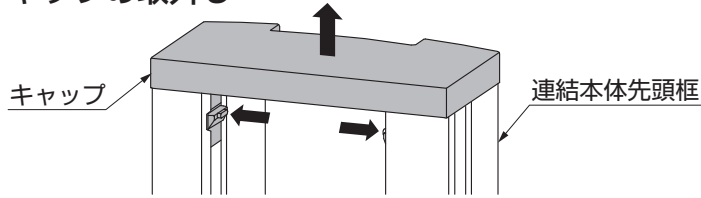

図5-1
- ① 連結本体先頭框のキャップの突起部を押して、上に引上げてはさずしてください。(図5-1参照)
(2) 両開用角地部品と連結本体の組付け